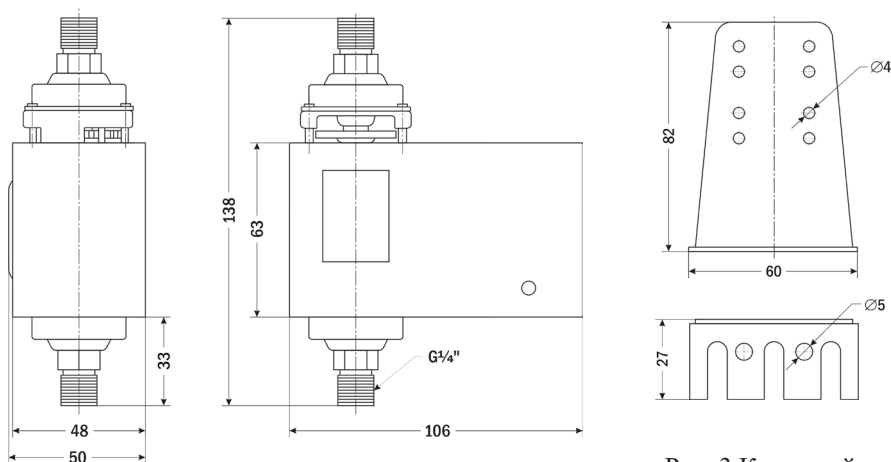

Рис. 3 Кронштейн
- 1.2. Закрепите реле на стационарной поверхности с помощью кронштейна (рис. 3), входящего в комплект поставки.